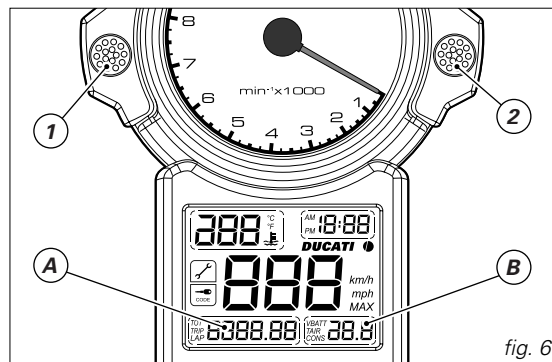

fig. 6
Presionando el pulsador (1) (fig. 6) con llave en **ON** se alterna la visualización del cuentakilómetros parcial, del total y del tiempo en una vuelta.
Presionando el pulsador (2) (fig. 6) con llave en **ON** se alterna la visualización de la tensión de la batería, de la temperatura del aire y del consumo.